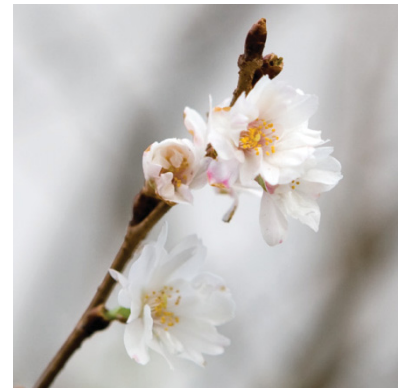

Abb. 4-1: Bild mit 300ppi Auflösung
Pixel haben keine feste Größe. Sind die einzelnen Pixel eines Bildes mit bloßem Auge nicht unterscheidbar, so liegt die Pixelgröße unterhalb des Auflösungsvermögens des menschlichen Auges, und das Bild wird subjektiv als scharf, also hochwertig wahrgenommen (Abb. 4-1). Objektiv gesehen hat es eine angemessen hohe Auflösung. Sind die Pixel stattdessen zu erkennen (Abb. 4-2) oder zu errahnen, so wirkt das Bild unscharf, seine Auflösung ist zu gering. Die Auflösung eines Bildes ist das Hauptkriterium bei der Urteilung seiner Qualität.
- Ein Foto mit 300 ppi (Abb. 4-1) wird bei einem normalen Betrachtungsabstand von ca. 30 cm als scharf empfunden. Deshalb gelten Auflösungen von 300 ppi auch in der Praxis als Maß für eine sehr gute Bildqualität. Auflösungen von 150ppi sind bei Bildern mit fotografischem Charakter noch akzeptabel (Abb. 4-4).